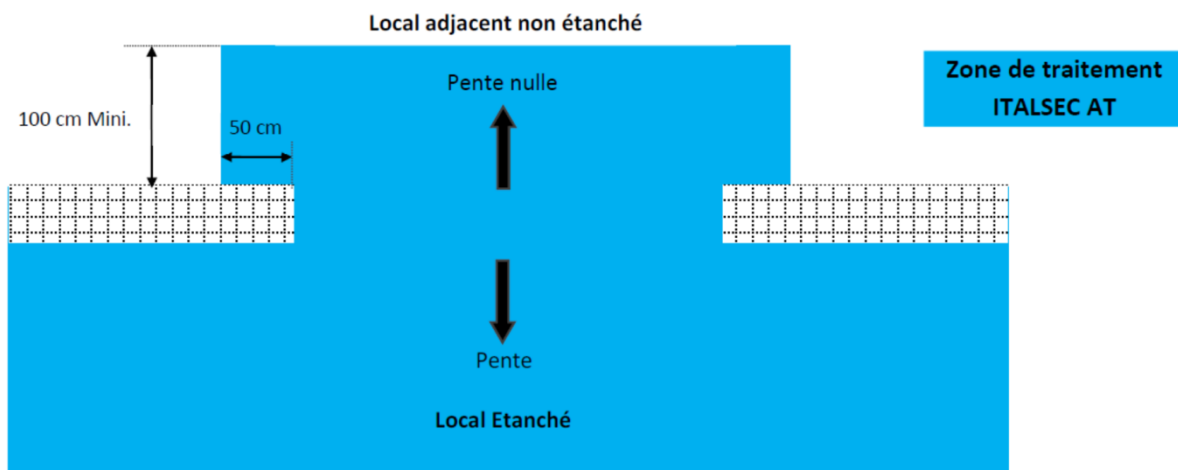

Figure 6 – Seuil avec pente – Prolongement de l'application ITALSEC AT
- Un prolongement de ITALSEC AT sera effectué de part et d'autre de l'ouverture dans le local adjacent, avec relevé de hauteur de 10 cm minimum sur une profondeur d'au moins 1 m et une largeur d'au moins 50 cm (figure 6).